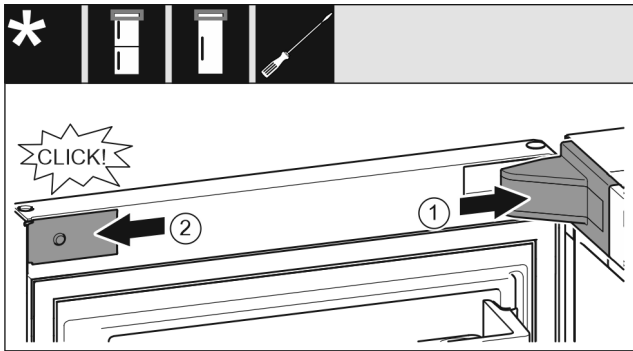

Fig. 21
- ▶ Установите и зафиксируйте крышку опорного кронштейна Fig. 21 (1), при необходимости осторожно разожмите ее.
- ▶ Установите накладку Fig. 21 (2) сбоку и зафиксируйте.